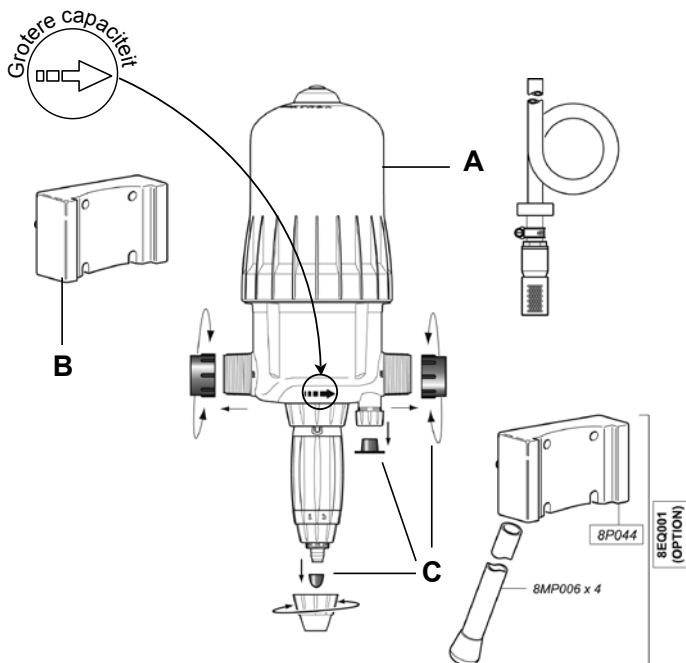

Fig. 1
- Monteer de zwaluwstaarten van de Dosatron (**Fig. 1-A**) op de muursteun (**Fig. 1-B**).
- Bevestig de DOSATRON in de steun door de nokjes (**Fig. 1-C**) op de plasticklem in de gaten van de steun te klikken..